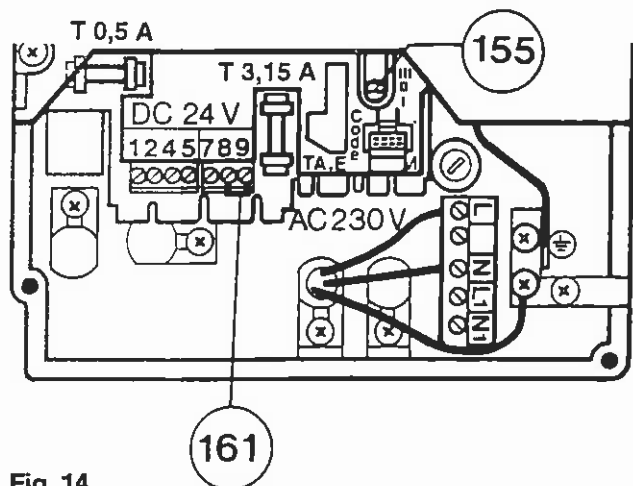

Fig. 14
- Forbind tilslutningskabel med klemmerne L, N og jord (fig. 14).
Kedlen leveres med omskifter i stilling II (Fig. 14) Pumpfunktion vælges med omskifter 155 (Fig. 14).